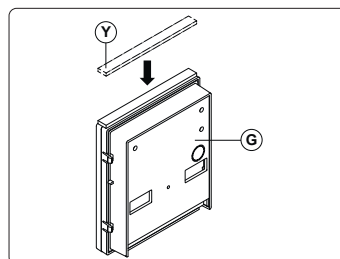

Fig. 10
Applicare la guarnizione adesiva (Y) come mostrato in Fig. 10.